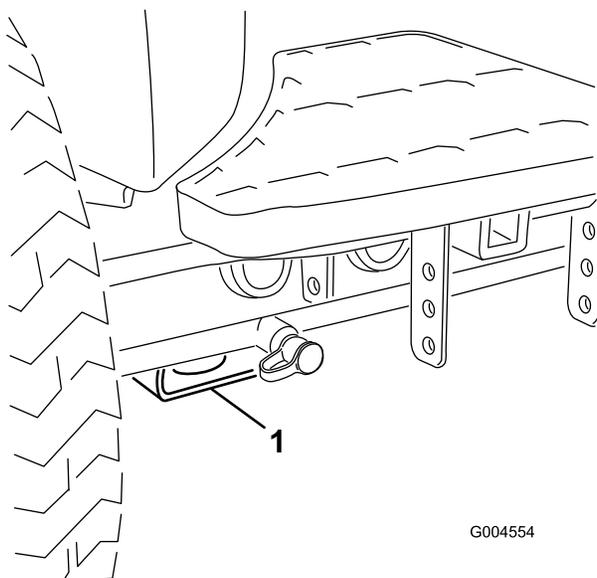

図 33
- 前各前輪の内側、アクスルチューブの下にある四角いパッド(図 33)